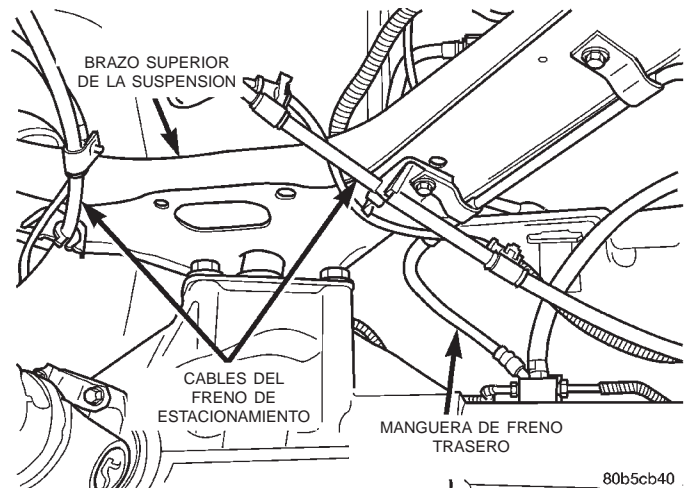

Fig. 7 Cables del freno de estacionamiento y manguera de freno
- (1) Eleve y apoye el vehículo.
- (2) Sostenga el eje trasero con un gato hidráulico.
- (3) Retire del brazo los cables del freno de estacionamiento y la manguera de freno (Fig. 7).